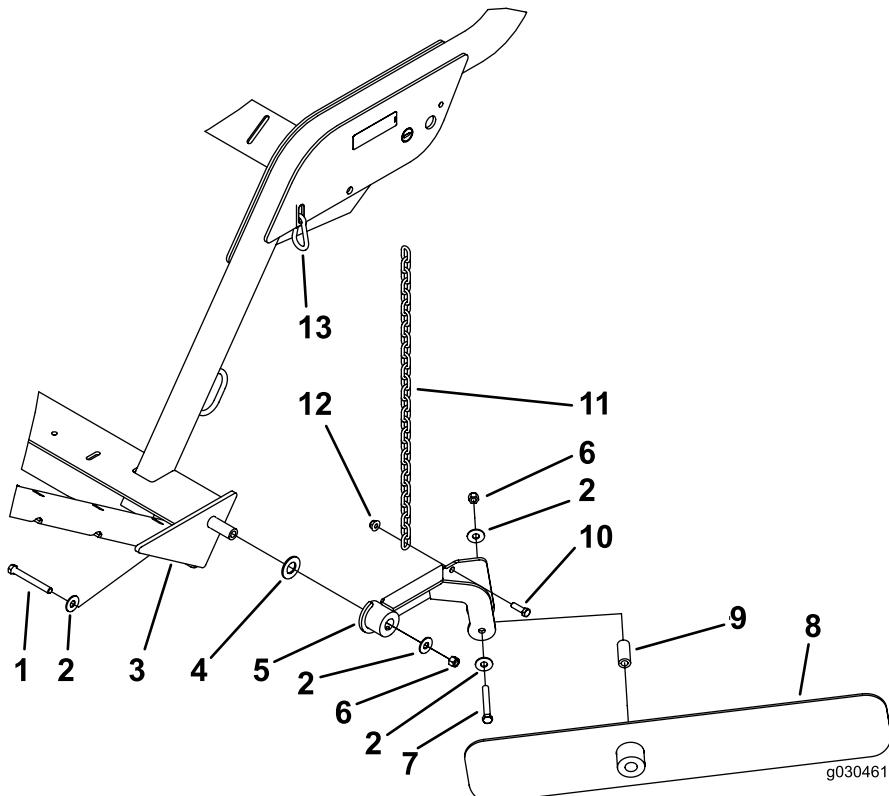

Bild 15
Schließen Sie den Kabelbaum der Kehrmaschine an den Kabelbaum der Zugmaschine an (Bild 15).
Hinweis: Positionieren Sie die Teile so, wie in Bild 15 abgebildet.
2. Befestigen Sie das Windrow-Messer mit einer Schraube (7/16" x 3-1/4"), zwei Flachscheiben, einem Distanzstück und einer Sicherungsmutter (7/16") an der Befestigung. Montieren Sie die Teile so, wie in Bild 15 abgebildet.
3. Befestigen Sie die Kette mit einer Schraube (3/8" x 1/4") und einer Bundmutter (3/8") an der Messerbefestigung (Bild 15).
4. Befestigen Sie das andere Ende der Kette am Schlitz im Rahmen mit dem Karabinerhaken (Bild 15).